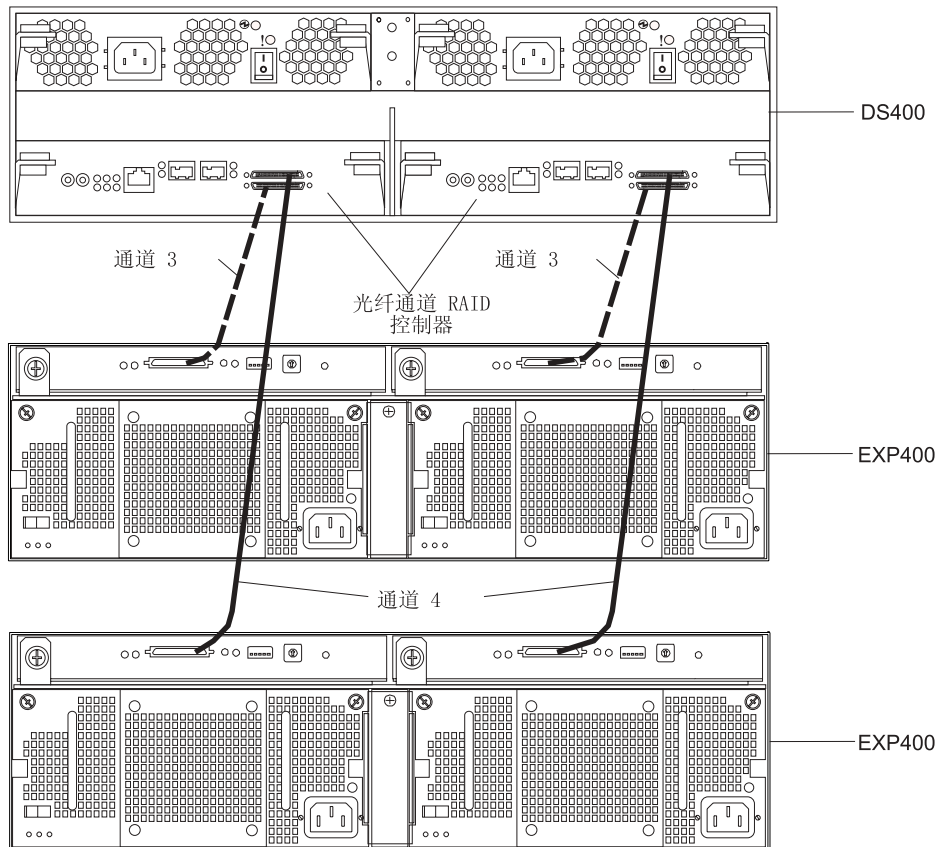

图 38. 将两个 EXP400 扩展单元连接到 DS400 双控制器存储子系统
2. 使用该扩展单元随附的 IBM 2M SCSI 电缆或使用 4.2M LVD SCSI 电缆将 EXP400 连接到 DS400（请参阅第 44 页的图 38。）可连接一个或两个扩展单元。